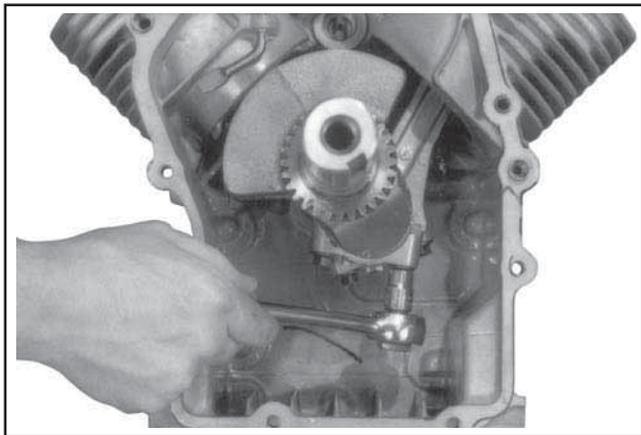

Figure 9-70. Enlèvement des boulons de bielle.
1. Enlever les deux vis hexagonales à embase fixant la chape de bielle la plus proche. Enlever le capot de culasse. Voir la Figure 9-70.